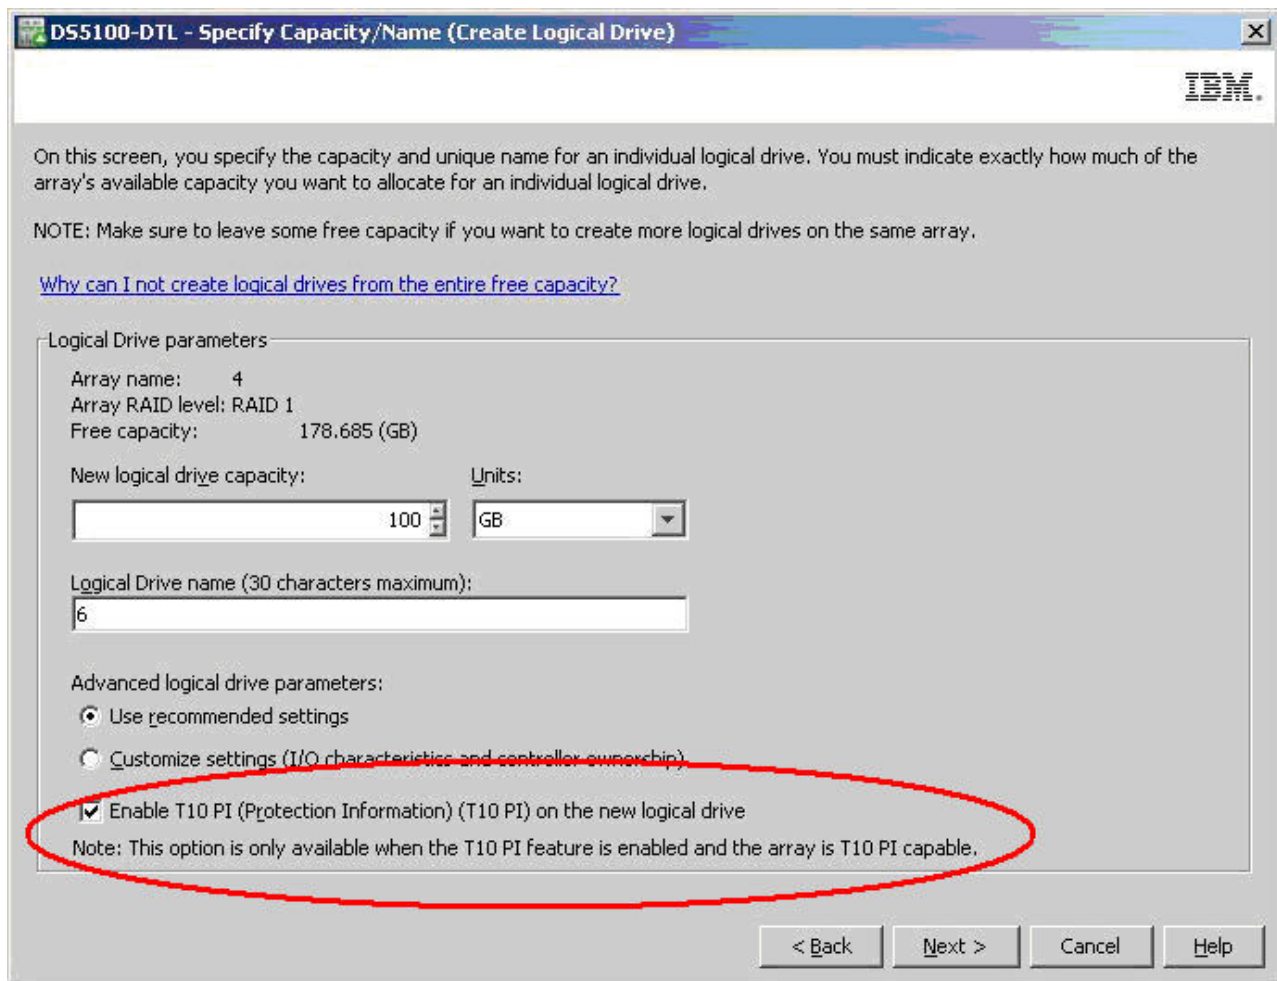

Figura 4. Habilitación de T10 PI en una unidad lógica
- En el diálogo Especificar capacidad/nombre (crear unidad lógica), pulse **Habilitar T10 PI (información de protección) (T10 PI) en la nueva unidad lógica** como se muestra en Figura 4 en la página 62.